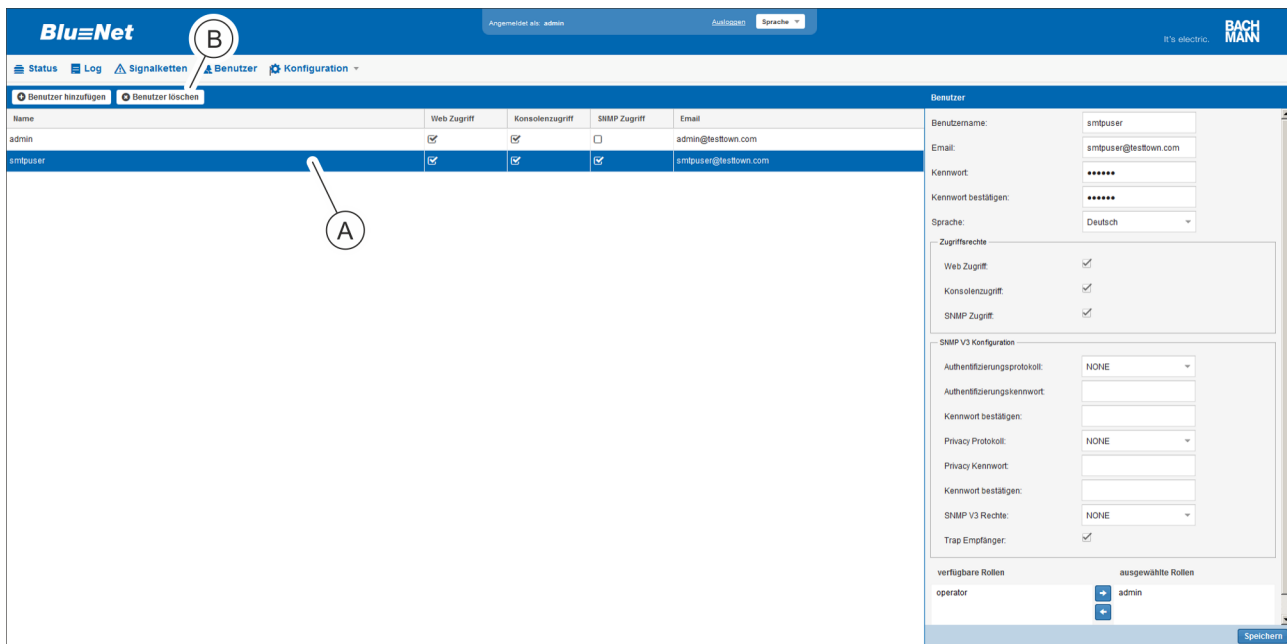

Abb. 168: Menü "Benutzer"
3. ➤ Gewünschten Benutzer auswählen (Abb. 168/A) und die Schaltfläche „Benutzer löschen“ (Abb. 168/B) anklicken.